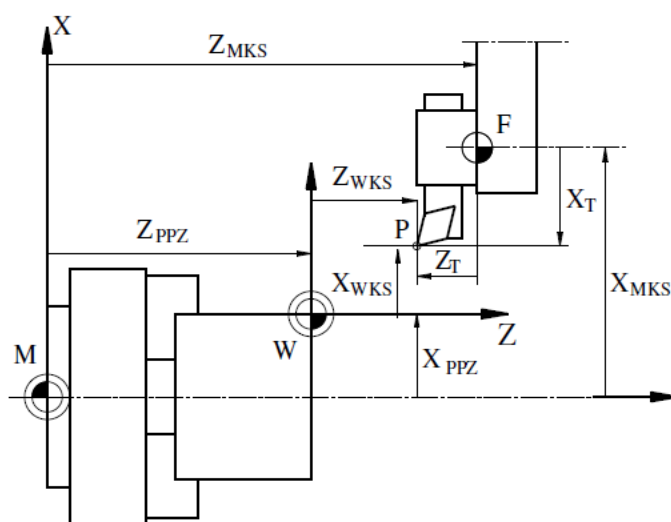
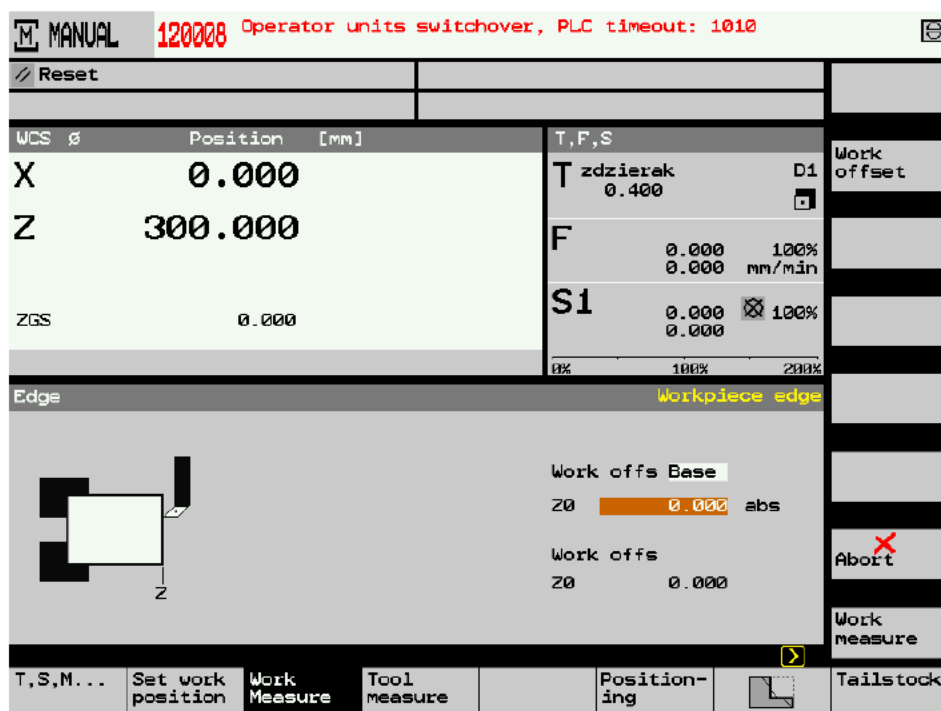

Abbildung 1 – Koordinatensysteme auf einer numerisch gesteuerten Drehmaschine und grundlegende Abhängigkeiten
Abbildung 6 – Ansicht der Steuerung während der Bauteilvermessung / Positionierung des Bauteilkoordinatensystems
Grundlegende Koordinatensysteme, charakteristische Punkte bei numerisch gesteuerten Drehmaschinen und Abhängigkeiten sind in Abb. 1 dargestellt:
Eine der grundlegenden Tätigkeiten, die der Bediener einer numerisch gesteuerten Werkzeugmaschine ausführen muss, ist das Setzen des Basispunktes des Werkstücks (**W-Punkt**), d.h. das Bestimmen des Wertes der Parameter X_{ppz} , Z_{ppz} (Abb. 1). Die Position des Werkstückbasispunktes sollte in der Teilezeichnung dargestellt werden. Es ist empfehlenswert, den Basispunkt des Objekts auf der Ebene des vorderen Teils der Drehachse zu nehmen ($X_{ppz} = 0$). Dann bleibt nur noch der Wert des Parameters Z_{ppz} . Der Wert dieses Parameters kann bestimmt werden, indem ein Werkzeug mit bekannter Länge in der Z-Achse - ein bekannter Wert des Z_T -Parameters (Abb. 1) - auf die Stirnseite des Objekts bewegt wird (Abb. 6). Wenn es kein Werkzeug bekannter Länge gibt, können Sie diesen Parameter mit dem Werkzeug der Länge $Z_{>T} = 0$ definieren, d.h. entsprechend der Vorderseite des Kopfes. Es ist auch möglich, einen Anschlag mit bekannter Länge Z_T oder einer im Werkzeugkopf montierten Spindelsoenden zu verwenden.
- Geben Sie in das Feld **Z0** (Abb. 6) den aktuellen Wert der Werkzeugposition in Bezug auf das Koordinatensystem des Objekts ein.